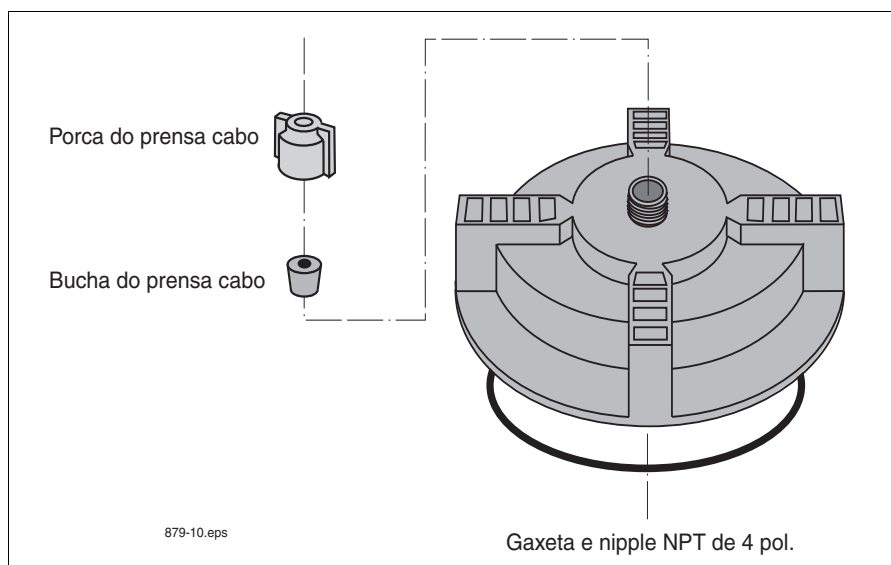
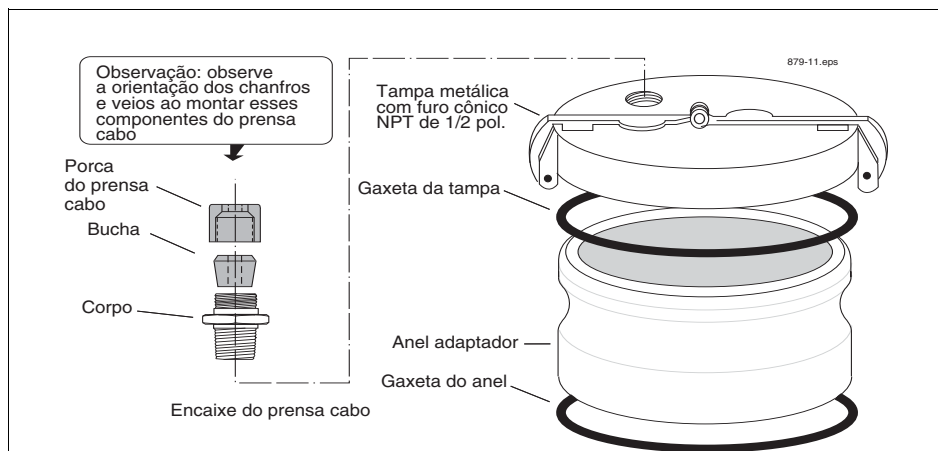
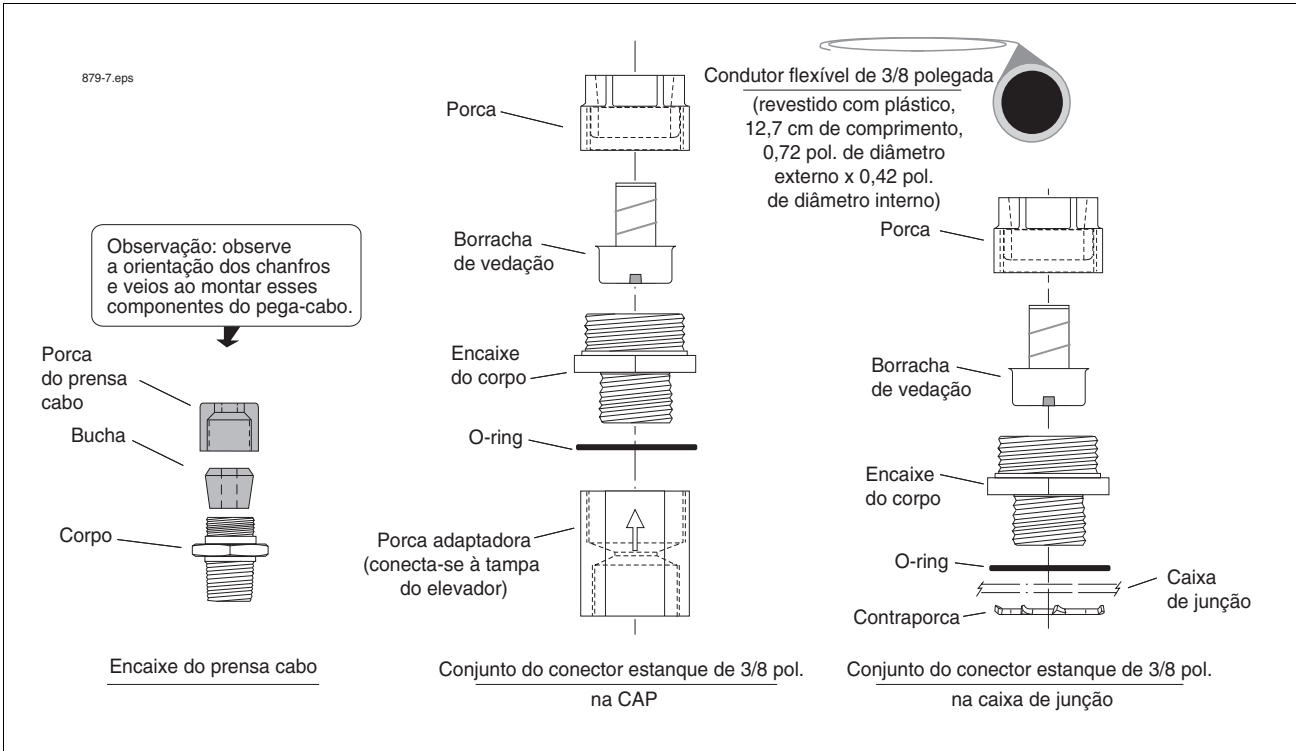

Figura 4. Kit de tampa e prensa cabo
Figura 5. Kit de Cap metálico e anel
Figura 7. Kit de instalação do AST
Esse kit de tampa do nipple (Tabela 3) contém uma tampa não metálica rosqueada no nipple com NPT de 4 pol. (Figura 4). A tampa vem perfurada e afunilada com um Prensa cabo.
Esse kit de tampa do elevador contém um anel adaptador rosqueado no elevador com NPT de 4 pol. e uma tampa metálica de liberação rápida que se prende ao anel (Tabela 4). A tampa vem perfurada e afunilada com um prensa cabo (Figura 5).
Esse kit é recomendado para a instalação de Sondas Mag Plus em um tanque de armazenamento aéreo (AST). Esse kit contém um comprimento de conduíte flexível, conectores, etc. para facilitar o acesso à sonda. Os conteúdos do kit estão listados em Tabela 5 e são mostrados na Figura 7.
1. Se estiver usando a tampa de peça única (consulte a Figura 4 na página 8), empurre a extremidade do cabo da sonda através da bucha e da porca do prensa cabo na tampa, deixando uma folga mínima entre a sonda e a tampa. Rosqueie a tampa no elevador manualmente até que a gaxeta encoste no tubo. Após, bata levemente na tampa com um martelo para apertá-la mais 3/4 de volta. Vá para a Etapa 3.
Se estiver instalando a tampa metálica e o anel adaptador (consulte a Figura 5 na página 9), rosqueie o anel no elevador de 10,16 cm até que a gaxeta encoste no tubo, então use uma chave de torque afixada a uma chave de correia adequada (chave de filtro de óleo de correia de nylon K-D Specialty Tools, ou equivalente) e aperte o anel a 47–61 N.m. Empurre o cabo através da tampa metálica e do prensa cabo, então fixe a tampa no anel adaptador.
1. Se estiver usando uma tampa inteiriça (consulte a Figura 4), empurre a extremidade do cabo da sonda através da bucha da tampa e do prensa cabo, deixando uma folga mínima entre a sonda e a tampa. Descarte a porca do prensa cabo e afixe a porca adaptadora do kit AST à tampa (consulte a Figura 7). Aperte a porca adaptadora até que o cabo seja segurado firmemente. Vá para a Etapa 3.
2. Se estiver instalando a tampa metálica e o anel (consulte a Figura 5), rosqueie o anel no tubo de 4 pol até que a gaxeta encoste no tubo, então use uma chave de tubos para apertá-lo mais 3/4 de volta. Usando um selante de tubos com certificação UL (adequado para os combustíveis envolvidos), rosqueie o encaixe do prensa cabo no furo roscado e aperte. Coloque a bucha do prensa cabo no encaixe. Descarte a porca do prensa cabo e rosqueie, sem apertar, a porca adaptadora do kit AST no encaixe do prensa cabo (consulte a Figura 7). Empurre o cabo através da tampa metálica, da bucha e da porca adaptadora, então fixe a tampa no anel. Certifique-se de haver uma folga mínima entre a sonda e a tampa e aperte a porca adaptadora até que o cabo fique preso firmemente.
3. A seguir, monte os conectores estanques em ambas as extremidades do conduíte flexível, como mostra a Figura 7. Empurre o cabo através do conjunto do conduíte flexível para dentro da caixa de junção. Conecte o conjunto do conduíte flexível na porca adaptadora em uma extremidade e a caixa de junção na outra.